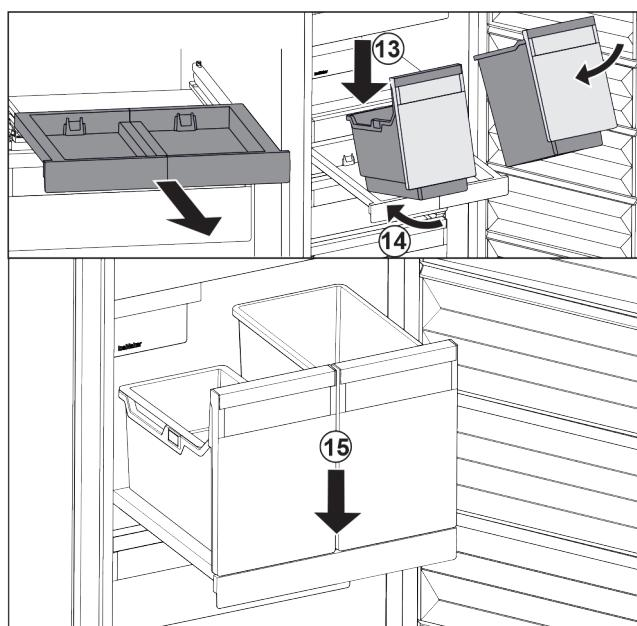

Fig. 28
- Наклоняя вниз, установите контейнеры на выдвижную панель. Fig. 28 (13)
- Вставьте контейнеры, наклоня вниз, назад. Fig. 28 (14)
- Снимите контейнеры спереди. Fig. 28 (15)